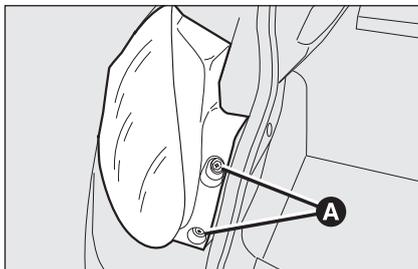

fig. 27
- abra el maletero, desenrosque los dos tornillos **A-fig. 27** de fijación del grupo óptico trasero;